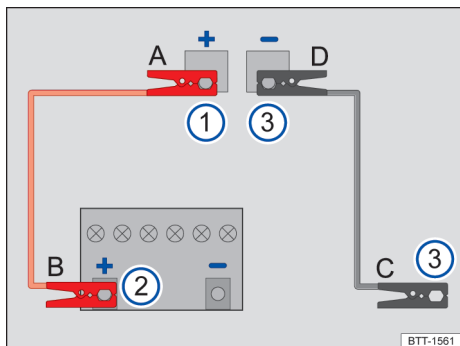

Fig. 182 Esquema para a conexão dos cabos auxiliares de partida no veículo que presta auxílio de partida.
Legenda para Fig. 182:
Conectar o cabo auxiliar de partida somente na sequência A – B – C – D → Fig. 182.
- Conectar uma extremidade do cabo auxiliar de partida *vermelho* ao ponto de auxílio à partida (polo positivo) (+) do veículo híbrido com a bateria do veículo de 12 V descarregada Fig. 182 ① → ⚠.
- Conectar a outra extremidade do cabo auxiliar de partida *vermelho* ao polo positivo (+) do veículo fornecedor de corrente elétrica → Fig. 182 ②.
- Conectar uma extremidade do cabo auxiliar de partida *preto* ao veículo com a bateria do veículo de 12 V fornecedor de corrente elétrica, de preferência, num ponto de auxílio à partida (ponto de aterramento), ou então, numa peça metálica maciça firmemente aparafusada com o bloco do motor ou no próprio bloco do motor → Fig. 182 ③.
- Conectar a outra extremidade do cabo auxiliar de partida *preto* no veículo híbrido com a bateria do veículo 12 V descarregada, no ponto de auxílio à partida ponto de aterramento (-) → Fig. 182 ③ → ⚠.
- Desconectar o cabo auxiliar de partida com o motor em funcionamento somente na sequência D – C – B – A → Fig. 182.